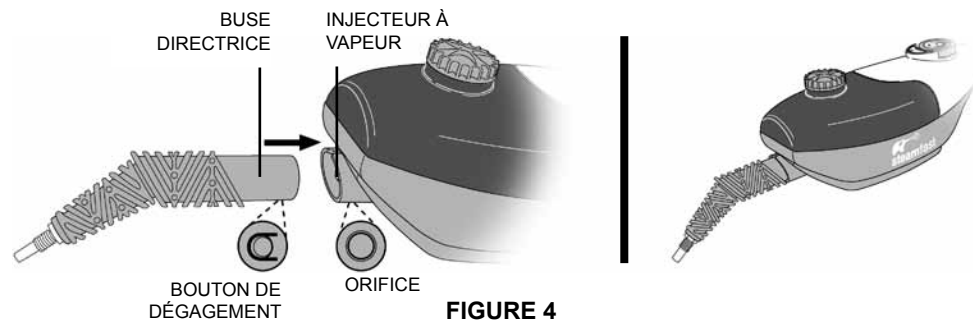

FIGURE 4
1. Alignez la buse directrice et l'injecteur à vapeur, comme illustré (FIGURE 4).